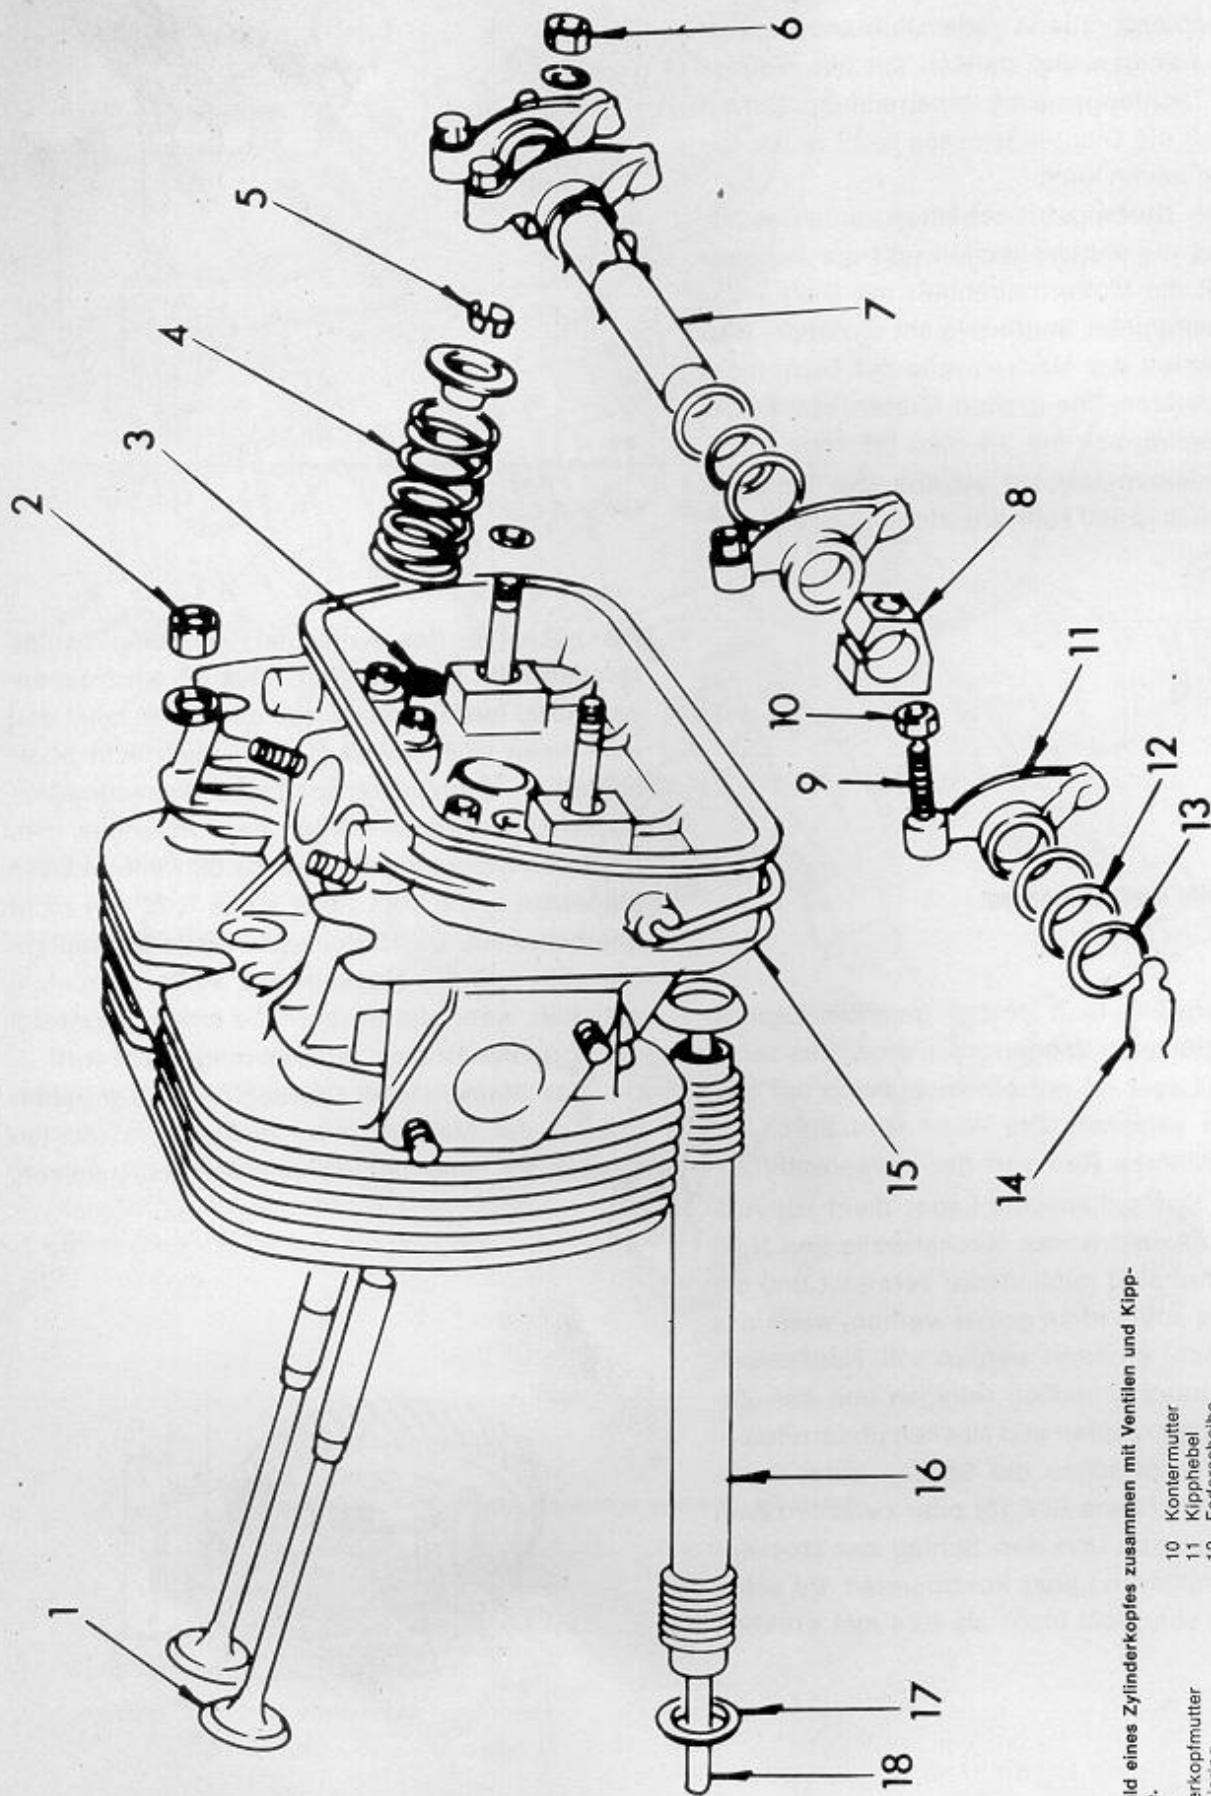

Bild 20
Ein Montagebild eines Zylinderkopfes ist in Bild 20 gezeigt. Vor dem Ausbau eines Zylinderkopfes sollte man wissen, daß beide Köpfe gleich sind und aus diesem Grund vorher auf ihre Seitenzugehörigkeit gekennzeichnet werden müssen, so daß man sie beim Einbau wieder auf der gleichen Seite montieren kann.
Eine Kipphebelwelle ist im zerlegten Zustand in Bild 20 gezeigt. Zum Zerlegen der Kipphebelwellen die Federspangen (14) von jedem Ende der Welle entfernen und die gezeigten Teile von der Welle ziehen. Einstellschrauben, Gleitflächen der Kipphebel und die Bohrungen der Kipphebel auf Verschleiß kontrollieren. Die Kipphebelwellen sind in ihrem Durchmesser auszumessen. Durch Ausmessen des Innendurchmessers der Kipphebel kann man das vorhandene Laufspiel der Welle ermitteln, indem man den Durchmesser der Welle vom Durchmesser der Kipphebel abzieht. Die Kipphebelböcke müssen in besonderer Weise eingebaut werden, was bei der Beschreibung des Zusammenbaus erwähnt wird.